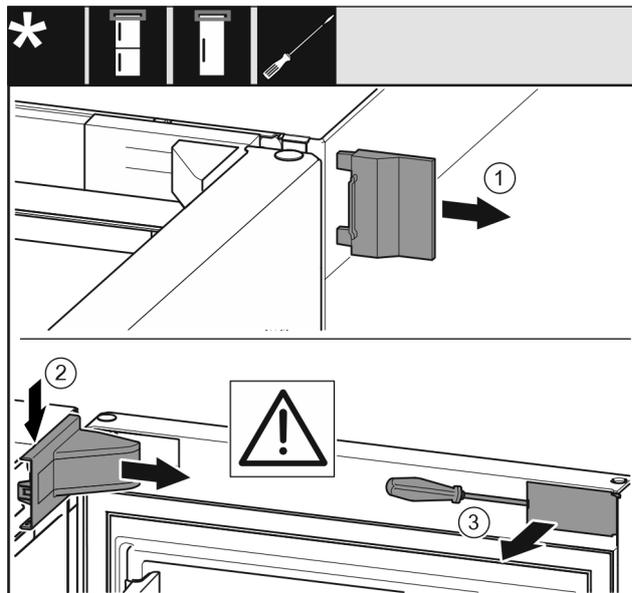

Fig. 5
- ▶ Retire la cubierta exterior. Fig. 5 (1)
- ▶ Desengache y suelte la cubierta del soporte de cojinete. Retire la cubierta del soporte de cojinete. Fig. 5 (2)
- ▶ Desengache el panel con el destornillador para tornillos de cabeza ranurada y gírelo lateralmente. Fig. 5 (3)